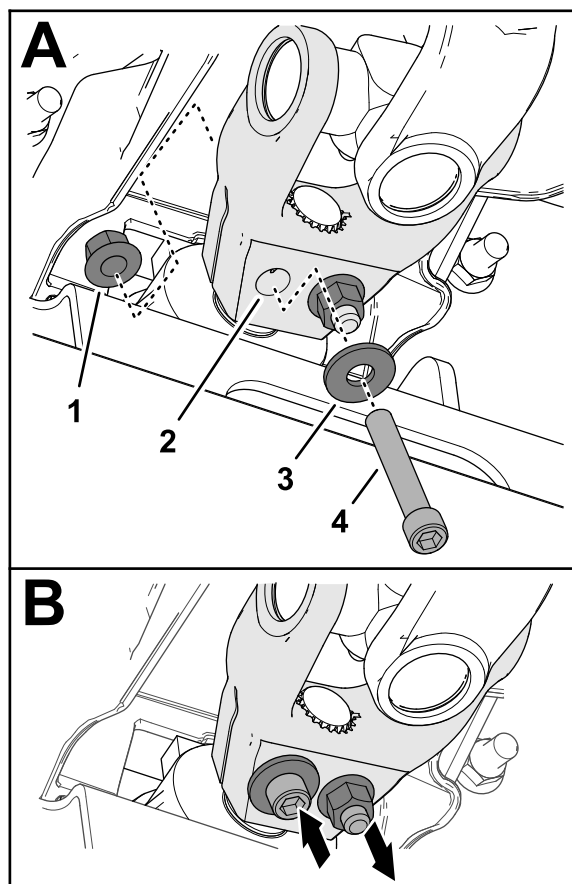

Рисунок 19
6. Проденьте колпачковый винт с внутренним шестигранником ($\frac{3}{8}$ x $2\frac{1}{4}$ дюйма) через шайбу ($\frac{3}{8}$ дюйма) и отверстие в вилке ведущего вала (Рисунок 19) и закрепите колпачковый винт фланцевой контргайкой ($\frac{3}{8}$ дюйма).
7. Проденьте колпачковый винт с внутренним шестигранником ($\frac{3}{8}$ x $2\frac{1}{4}$ дюйма) через шайбу ($\frac{3}{8}$ дюйма) и отверстие в вилке ведущего вала с противоположной стороны (Рисунок 19) и закрепите колпачковый винт фланцевой контргайкой ($\frac{3}{8}$ дюйма).